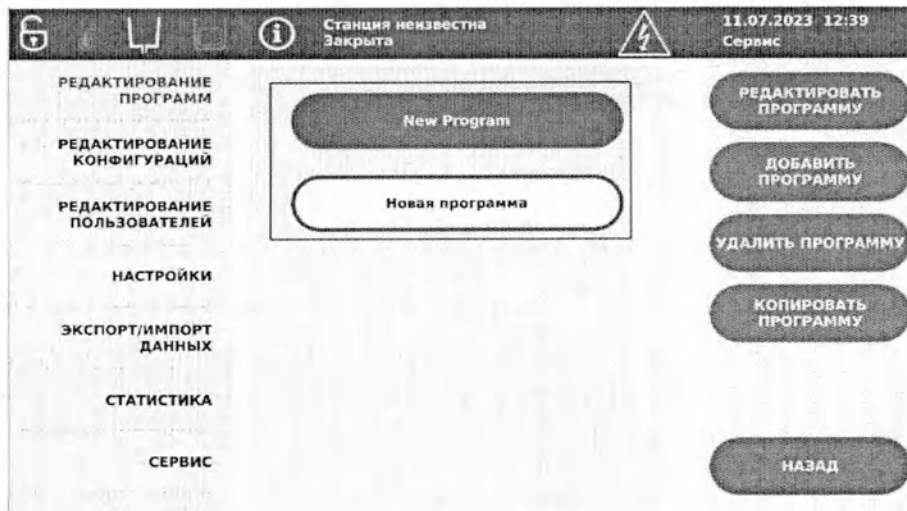

Рисунок 6.17 – Список программ проводки
6.5.1 Выберите пункт меню **Редактирование программ** для просмотра списка программ проводки (Рисунок 6.17).
6.5.2 В правой части экрана отображается меню действий (Рисунок 6.17):